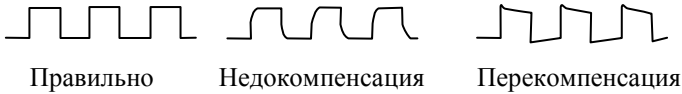

Рис. 13. Компенсация пробника
- Нажмите кнопку AUTOSET (Автоустановка) и проверьте форму отображаемого импульса (рис. 13).